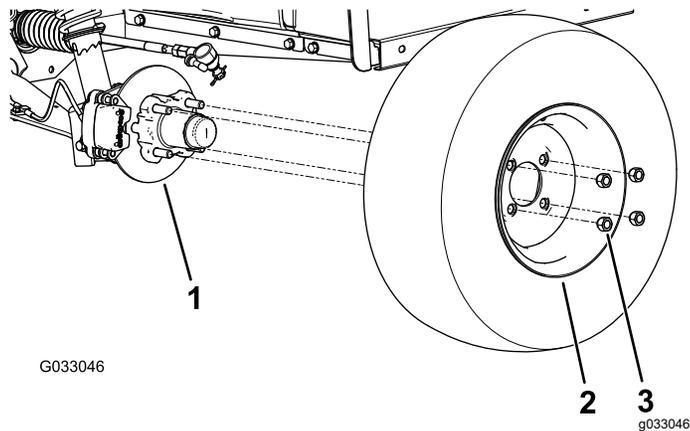

図 31
2. ホイールをハブに固定しているラグナット4個を外す 図 31。
4. ホイールをハブに取りつける。空気バルブを外側に向けて取り付けること 図 31。
5. ラグナットを使用して、ハブにホイールを取り付ける 図 31。